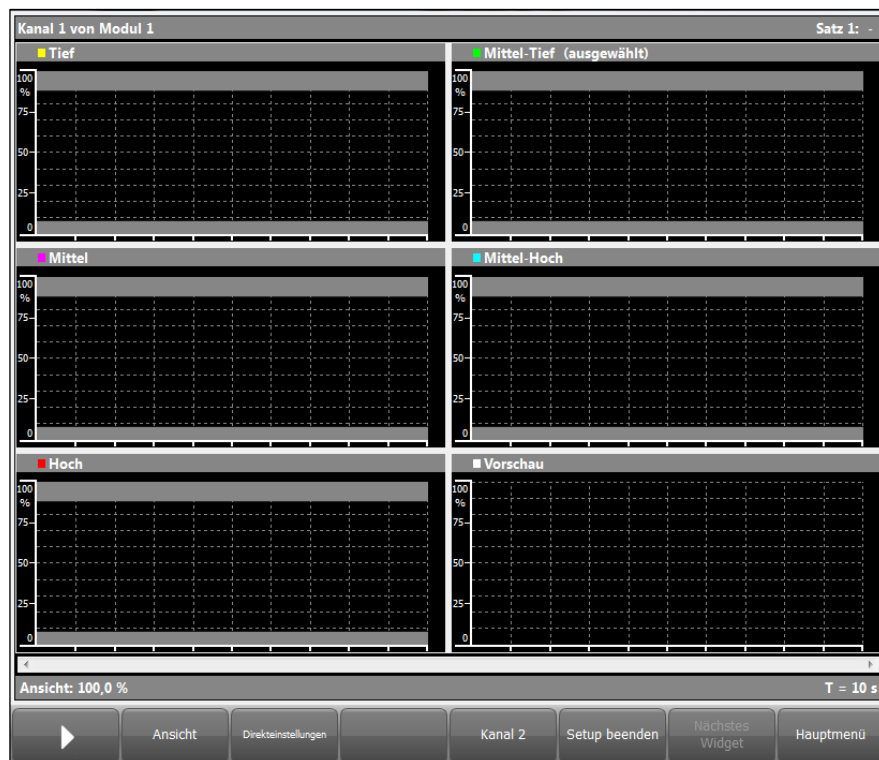

Bild 8-7 AE-Setup-Ansicht
Die grauen Balken visualisieren die aktuellen Einstellungen von AE-Offset-Bereich und AE-Offset. Der obere graue Balken zeigt den AE-Offset-Bereich minus AE-Offset an, der untere graue Balken zeigt den AE-Offset an (siehe Bild 8-7 auf Seite 106).
- ▶ Wählen Sie mit der Taste [ Kanal 1 ] / [ Kanal 2 ] den gewünschten AE-Kanal. Der gewählte AE-Kanal erscheint in der linken, oberen Ecke des Fensters (siehe Bild 8-7 auf Seite 106).